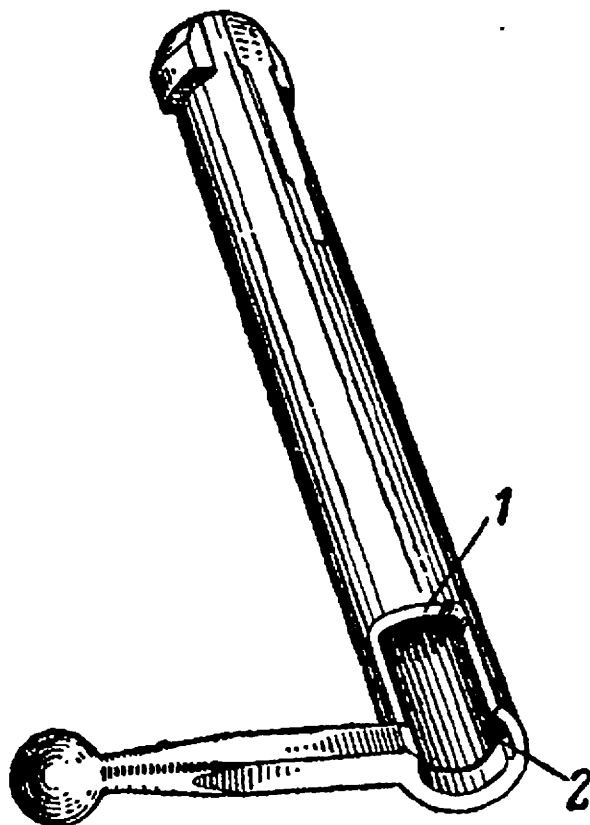

Рис. 28. Остов затвора:
40. Остов затвора (рис. 28) имеет: